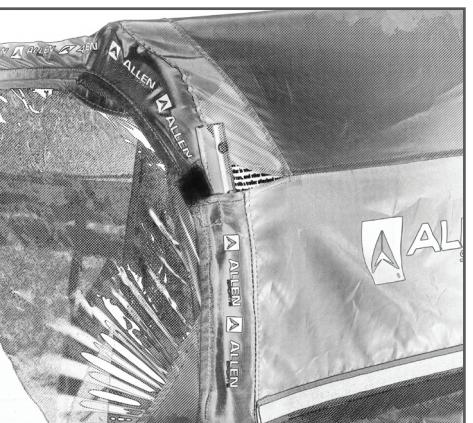

図19
- Velcro 補強固定ストラップを巻き付け、カバーでしっかりとフレームを覆ってください(図19)。